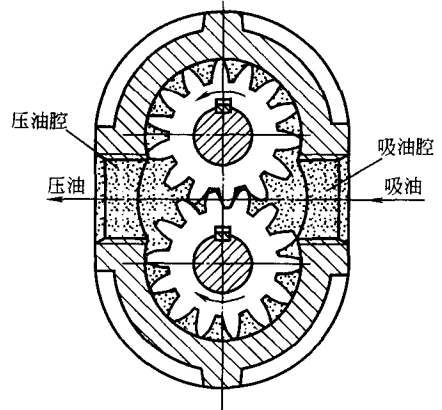

图 1-1-3 外啮合齿轮泵工作原理图
(2) 齿轮泵 齿轮泵分外啮合齿轮泵和内啮合齿轮泵两类。常用的为外啮合齿轮泵。工作原理如图 1-1-3 所示。泵体内装有一对外啮合齿轮，齿轮两侧面靠端盖密封。泵体、两端盖和齿轮的各个齿间组成密封容积，齿轮副的啮合线把密封容积分成两部分，即吸油腔和压油腔。当齿轮按图示方向回转时，泵的右侧（吸油腔）由于齿轮的轮齿脱开啮合，使密封容积逐渐增大，形成局部真空，油箱中的液压油在大气压力的作用下，经吸油管路被吸入吸油腔内，并充满轮齿间，随着齿轮的回转，吸入到轮齿间的液压油被带到泵的左侧（压油腔）。因左侧的轮齿逐渐啮合，使密封容积逐渐减少，形成压力，输送到压力管路中去。当齿轮泵的齿轮在电动机带动下连续回转时，轮齿脱开啮合的一侧（吸油腔），由于密封容